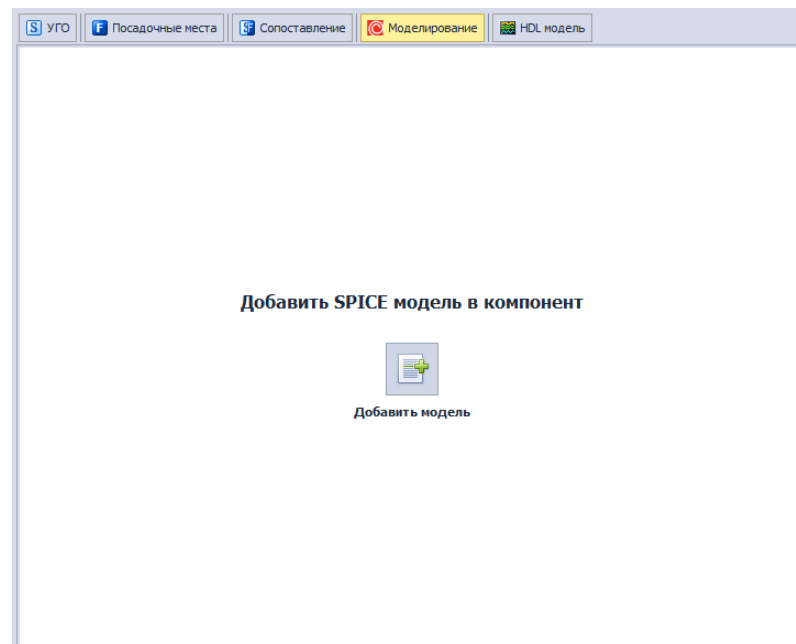

Рис. 300 Добавление Spice-модели
2. В открывшемся окне нажмите «Добавить модель», см. Рис. 300.